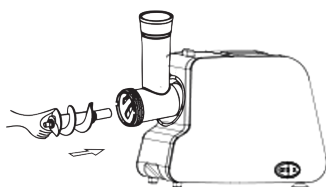

рис. 2
7.1.2 Поместите шнек в горловину узким концом вперед и слегка проверните его пока он не войдет в тесный контакт с приводом электродвигателя (рис.2).